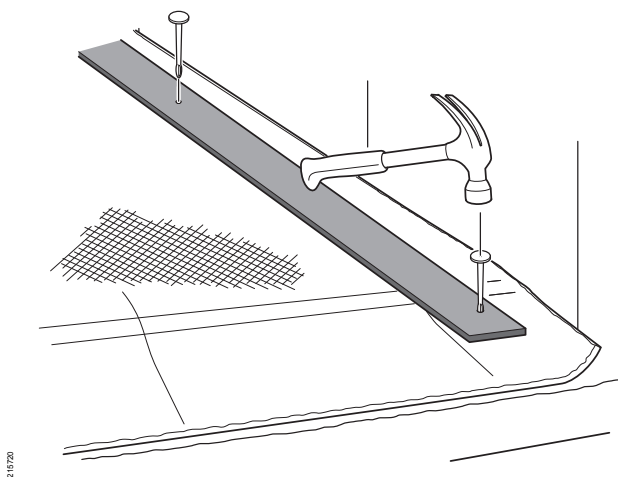

Fig. 10: Feste glassfiberprofilen
3. Bruk en hammer til å feste én forankring i hvert hull (se Fig. 10).